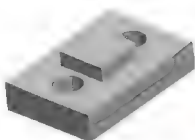
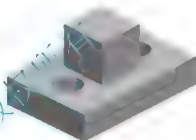

图 3.6 拉伸特征预览
图 3.7 改变拉伸深度方向后的特征预览
步骤 6：单击【特征预览】按钮，观察生成的特征，如图 3.6 所示。
步骤 7：单击  按钮，再单击  按钮，将拉伸的深度方向更改为草绘的另一侧。预览生成的特征，如图 3.7 所示。
**提示：**比较图 3.6 与图 3.7，体会  对特征生成方向的控制。